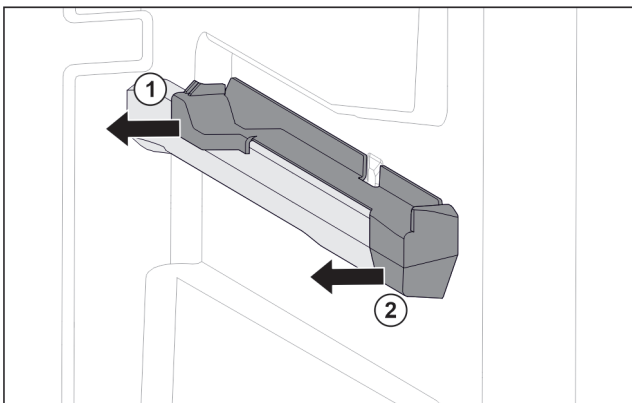

Fig. 75 Påsettsingsdel på høyre beholderribbe
- ▶ Trekk av påsettsingsdel bak til siden. Fig. 75 (1)
- ▶ Trekk av påsettsingsdel foran til siden. Fig. 75 (2)